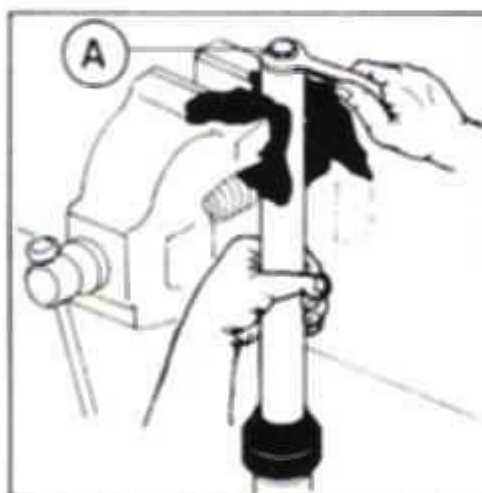

FIG. C23
3. Desaparafusar o parafuso do cilindro interno (A - Fig. C23).